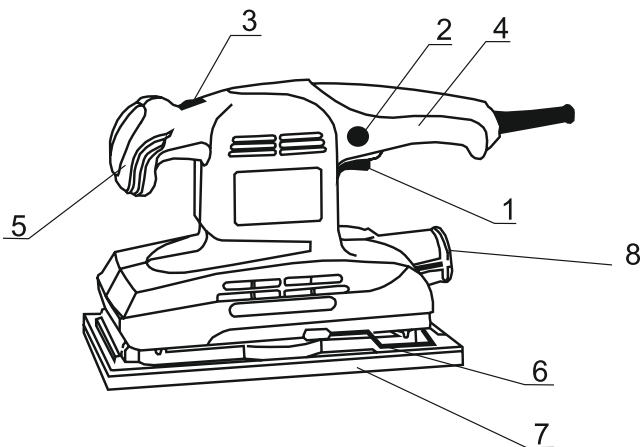

рис. 1
3.1 Общий вид шлифмашины схематично представлен на рис. 1